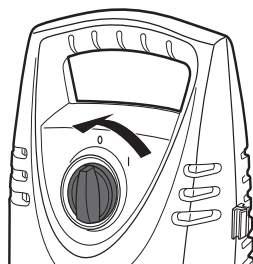

Рис. 18
- > Поверните выключатель (6) против часовой стрелки в положение выключения (Выкл.), чтобы включить изделие (Рис. 18).